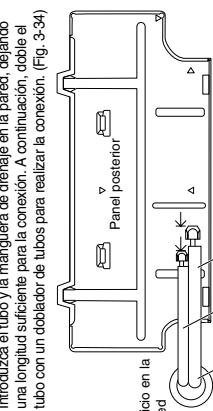

Fig. 3-31
(1) Dóf forma a los tubos de refrigerante de manera que puedan entrar fácilmente por el orificio de la pared. (Fig. 3-31)
- (1) Dóf forma a los tubos de refrigerante de manera que puedan entrar fácilmente por el orificio de la pared. (Fig. 3-31)